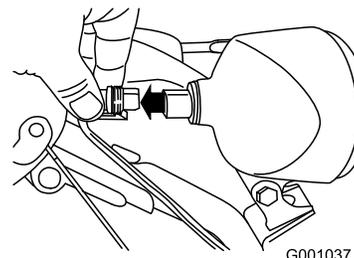

Figura 61
1. Togliete il connettore del cavo dal retro del faro (Figura 61).